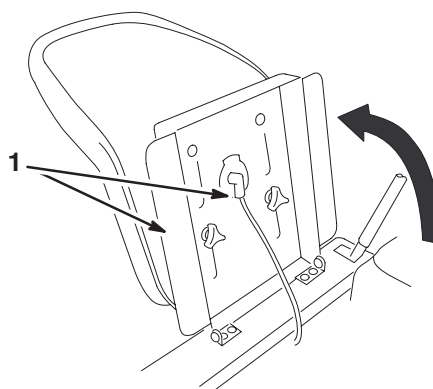

Figure 11
1. Soulevez le siège et desserrez les boutons de réglage (Fig. 11).